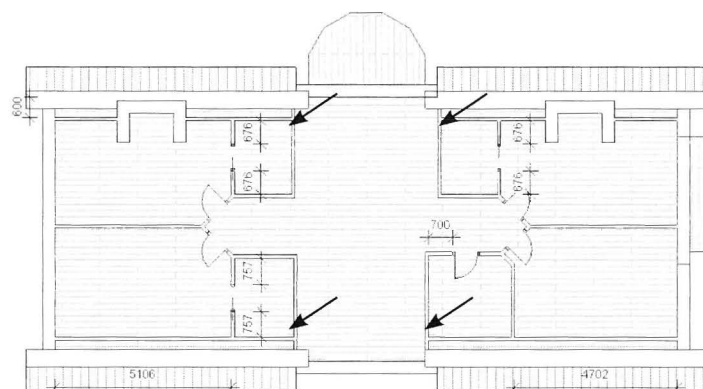

Fig. 09.172.
- Desuden redigeres væggene også i den store kvist, så de kommer til at se ud som på (Fig. 09.172).